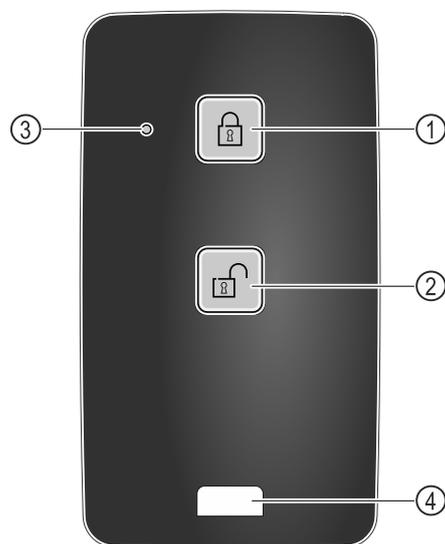

Fig. 218
- (1) Verrouiller la serrure
- (2) Déverrouiller la serrure
- (3) LED d'état
- (4) Œillet de fixation
- ▶ Appuyer sur la touche Fig. 218 (1) de la télécommande.
- ▶ Appuyer sur la touche Fig. 218 (2) de la télécommande.
- ▶ La LED d'état Fig. 218 (3) émet un signal visuel lorsqu'on appuie sur une touche.
- ▶ Œillet Fig. 218 (4) pour attacher la télécommande, par exemple à un trousseau de clés.